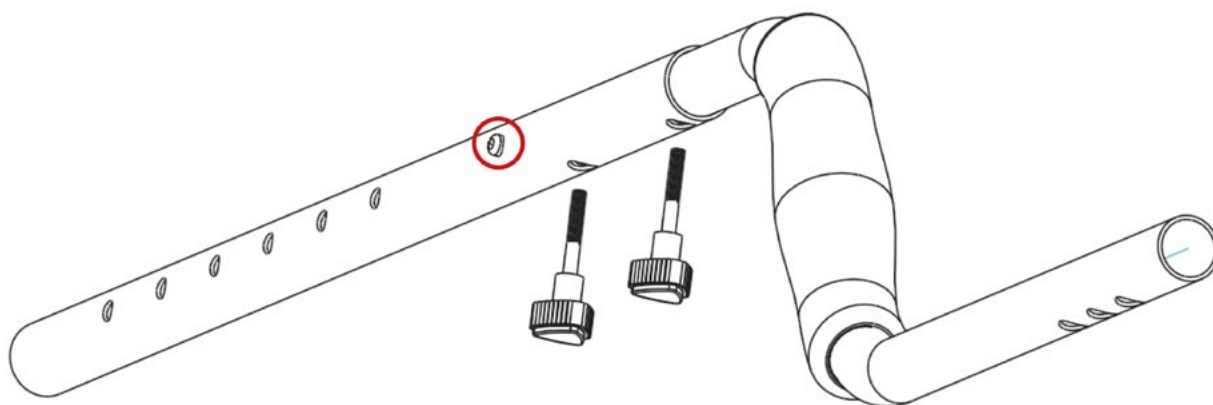

Fig.5 Montage de la tige supérieure
- Sortez la tige du milieu, appuyez sur les deux boutons argentés sur la tige supérieure, et glissez la tige supérieure dans celle du milieu (Voir Fig. 5) :